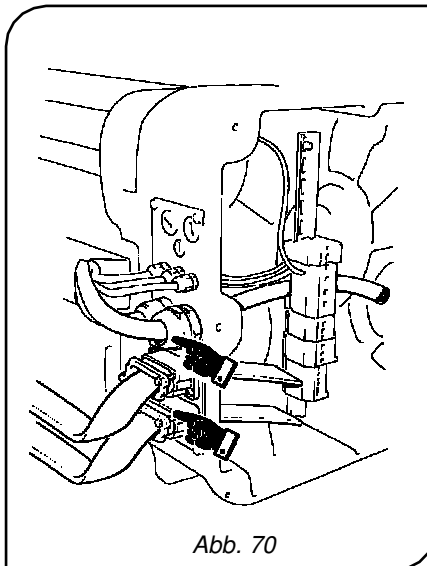

Abb. 70
- **Ohne Steuerung**, da sie durch eine externe Schalttafel gesteuert werden sollen. Auf Wunsch kann der E-Zug DRH mit einem Kasten für die elektrischen Anschlüsse und die Verkabelung aller am E-Zug vorhandenen elektrischen Vorrichtungen ausgestattet werden (Abb. 70).
4. Bündeln Sie alle Stromkabel, die mit den dafür vorgesehenen Kabelverschraubungen fixiert werden müssen, wenn der E-Zug mit einem Anschlusskasten **ausgestattet ist** (Abb. 70).